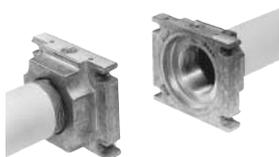

Fig. 13
3. Montare il MultiBloc fra le flange filettate (Fig. 13)